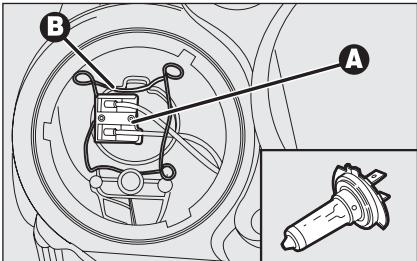

fig. 26
- monte la lámpara nueva y vuelva a fijar el gancho de la lámpara **B-fig. 26**;